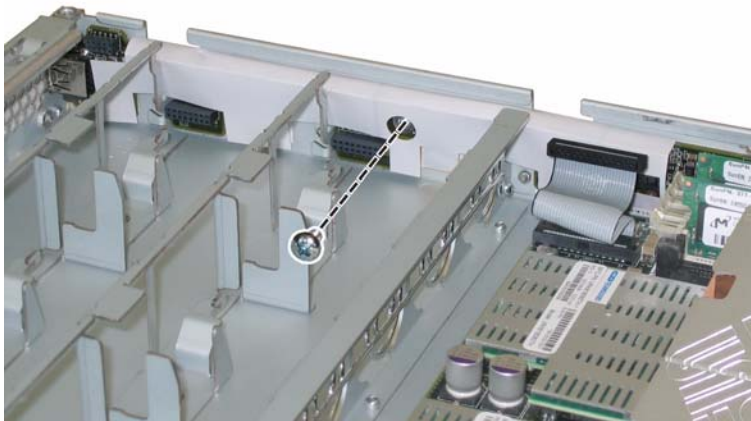

図 3-28 前面 I/O ボードのネジのシャーシからの取り外し
11. 前面 I/O ボードをシャーシに固定しているネジを外します。図 3-28 を参照してください。